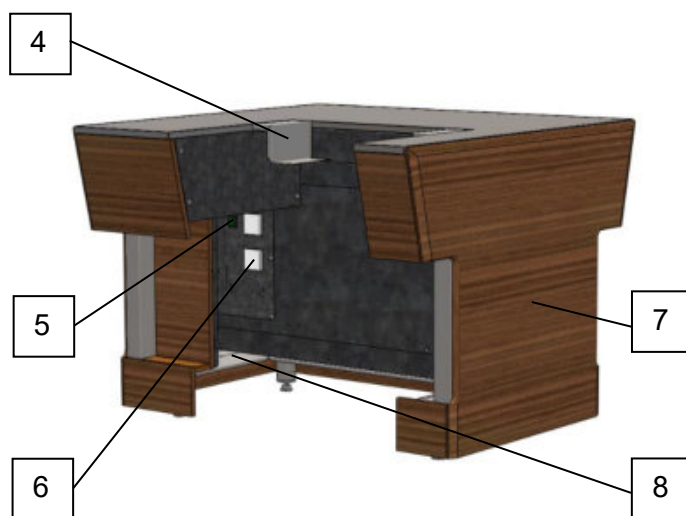

Рисунок 2. Вид прилавка со стороны продавца.
Для включения подсветки фасадных панелей следует включить переключатель (5) (см. рис.2). При включении загорается подсветка кнопки переключателя.